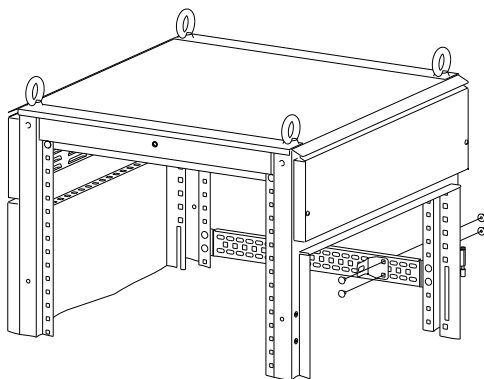

Рисунок 18
8.3.2 Придерживая болт, вставьте его с Кронштейном в паз Рейки боковой и закрепите гайкой М6 (рисунок 18).